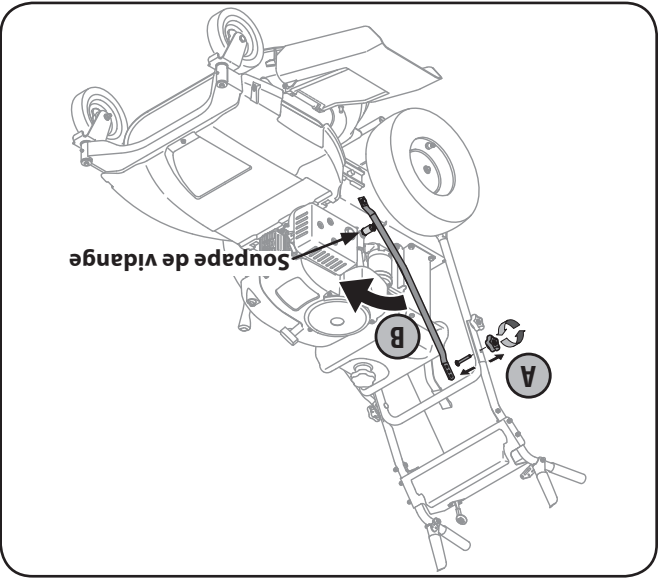

Figure 6-1
2. Retirez le bouton en forme d'étoile et le boulon de carrosserie du côté droit de la poignée. Voir Figure 6-1.
3. Faites basculer le bras de support vers l'avant pour pouvoir brancher le boyau de vidange d'huile à la soupape de vidange. Voir Figure 6-1.